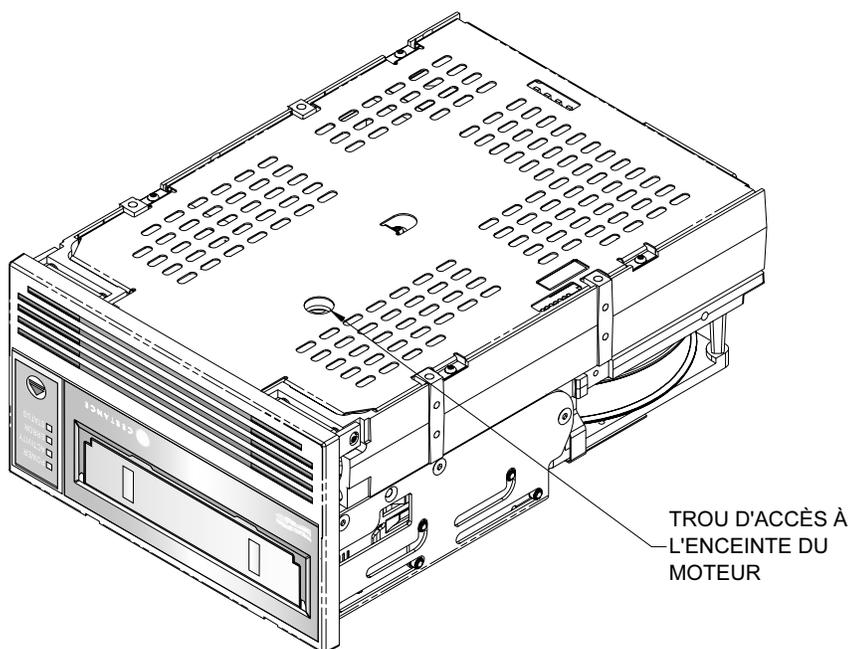

Figure 25. Face inférieure des lecteurs LTO-1 et LTO-2 présentant le trou d'accès à l'enceinte du moteur d'alimentation
4. Insérez la clé à tête hexagonale de 1,5 mm dans le trou de l'embase indiqué sur la figure 25, page 85. Tournez la clé à tête hexagonale dans le sens des aiguilles d'une montre lentement et doucement pour rembobiner la bande dans la cartouche. Cela peut prendre du temps.